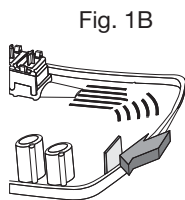

Fig. 1B
- Spezzare la lamella in plastica facendo pressione sulla lamella stessa (Fig. 1B)